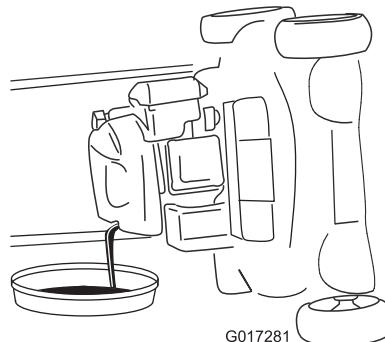

Figura 33
- Retire la varilla y drene el aceite usado en un recipiente (Figura 33).